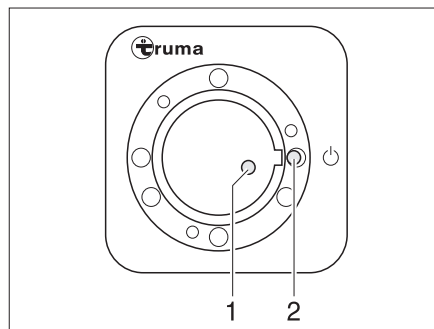
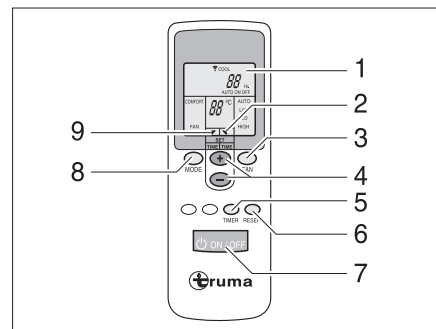

Fig. 200 Ricevitore
Fig. 201 Telecomando
Il telecomando (Fig. 201) ed il ricevitore (Fig. 200) dell'impianto di climatizzazione si trova nella zona cucina.
- Accendere il telecomando con l'interruttore (Fig. 201,7). La spia verde di controllo (Fig. 200,1) indica la modalità di raffreddamento.
- Impostare la modalità di funzionamento desiderata con il tasto (Fig. 201,8).
- In caso di necessità, impostare con i tasti (Fig. 201,3 e 4) la potenza della ventola desiderata e la temperatura dell'ambiente. La freccia (Fig. 201,9) indica la modalità di regolazione selezionata.
- ▷ Sul ricevitore si trova un ulteriore interruttore a tasto (Fig. 200,2) con il quale è possibile spegnere e accendere l'impianto di climatizzazione anche senza il telecomando. Quando l'impianto di climatizzazione viene acceso mediante questo interruttore a tasto, viene selezionata automaticamente l'ultima modalità di funzionamento impostata con il telecomando.
Spegnimento: ■ Per spegnere, premere nuovamente il tasto (Fig. 201,7) al telecomando.
- Per programmare l'impianto di climatizzazione, accendere con il tasto (Fig. 201,7) sul telecomando.
- Con i tasti (Fig. 201,8,3 e 4), impostare la modalità di funzionamento e la temperatura dell'ambiente desiderate.
- Selezionare la funzione desiderata (Fig. 201,1) con il tasto (Fig. 201,5):
- Selezionare il tempo di commutazione desiderato (da 1 a 15 ore) con il tasto (Fig. 201,4). La freccia (Fig. 201,2) lampeggia e indica la modalità di regolazione.
- ▷ Con il tasto (Fig. 201,6) le impostazioni del telecomando vengono ripetutamente inviate al ricevitore.